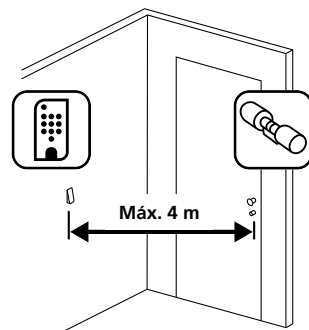

Fig. 1
① Segure o teclado no local de montagem desejado (Fig. 1).
① Faça três furos de acordo com as dimensões mostradas na figura. Utilize uma broca de 6 mm de diâmetro (Fig. 1).